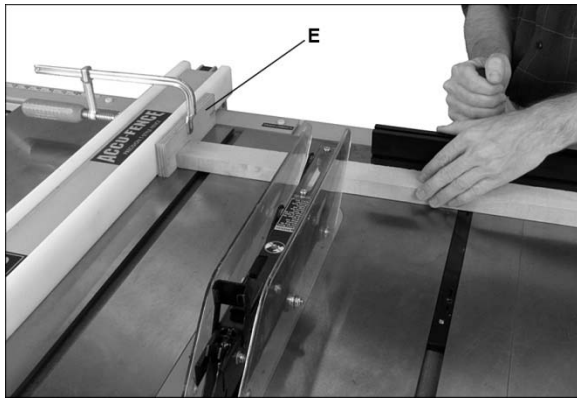

Figura 9-8
- ❑ No use el calibre de inglete ni la guía de corte en la misma operación a menos que se hayan hecho preparativos mediante el empleo de un tablero exterior en la guía, para dejar que la sección de corte de la pieza se suelte antes de que empiece el corte real (Vea la Figura 9-8).
El corte transversal no debe hacerse **nunca** a mano libre ni se debe usar la guía como un tope de extremo a menos que se sujete un bloque auxiliar (E, Figura 9-8) a la parte delantera del área de la hoja, de modo que la pieza de corte se suelte del bloque antes de iniciar el corte.